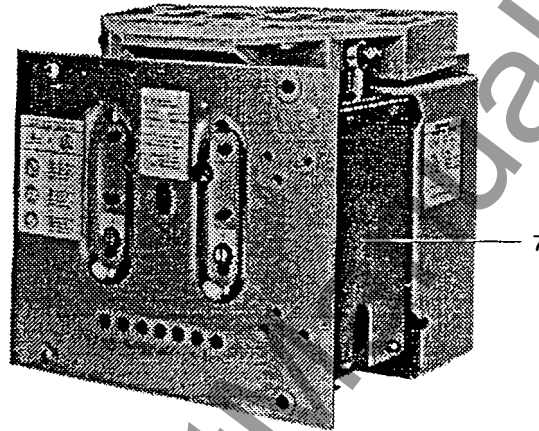

Fig. 2
- Beide Seitenwände 7 (Fig.2) abschrauben und abnehmen
- Unscrew and remove both side walls 7 (Fig. 2)